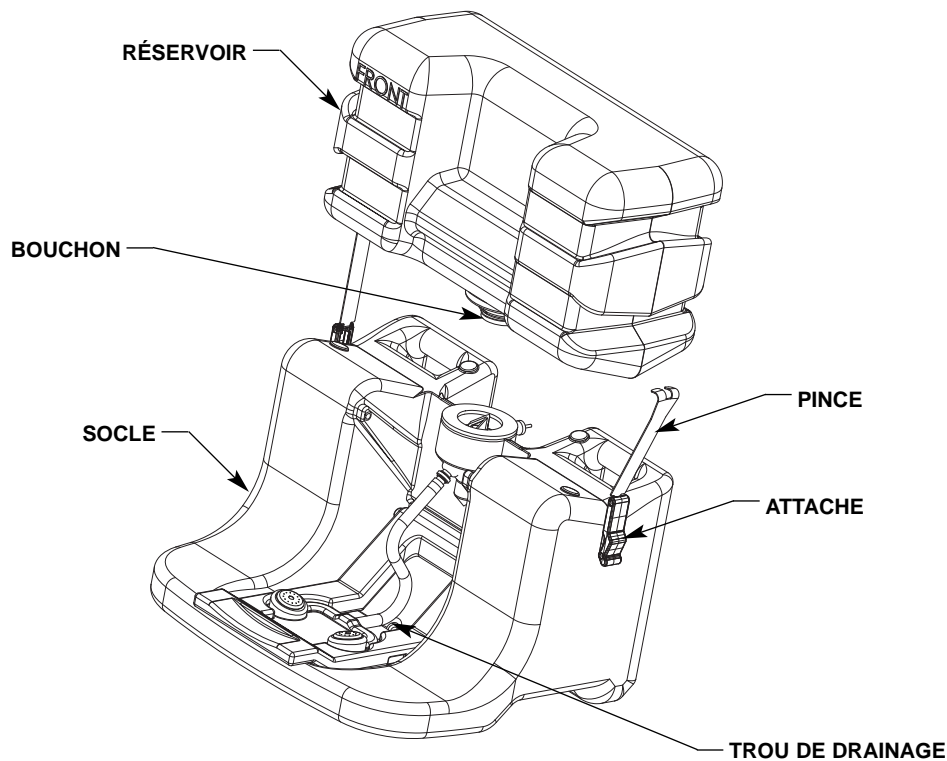

Figure 2b
Placez le socle dans la bande chauffante. Pour simplifier l'accès lors de l'installation, desserrer la bande chauffante facultative autour du socle. Insérer le tube de trou de drainage au fond du socle par le trou dans l'arrière de la bande chauffante. Le trou de drainage est indiqué sur la Figure 2b, page 10.
- 6 Inverser le réservoir sur le socle, tel qu'indiqué sur la Figure 2b de la page 10. Il faudra peut-être procéder à un léger réglage de la position du réservoir pour obtenir un bon emplacement de ce dernier sur le socle. Le perforateur du socle perforera le coupe-débit du bouchon, permettant au mélange de s'écouler.
8. Aux côté pinces, fixer le réservoir au socle (fixez les attaches au socle, tel qu'indiqué sur la Figure 2b, page 10).
1. Enlever doucement le réservoir de la douche oculaire de son socle et drainer le mélange d'eau du réservoir (disposer du mélange de façon appropriée). Pour faciliter le drainage, le socle a un trou de drainage et un boyau de 1,2 cm (1/2") peut être relié sous le côté du trou (boyau non fourni par Bradley) (voir l'emplacement du trou de drainage à la Figure 2b sur la page 10).